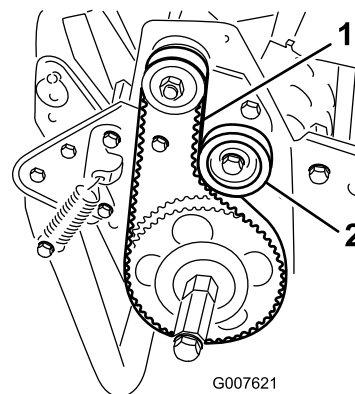

図 37
2. プーリ間の中央部（図 37）でベルトを 18-22 N (4-5 lbs = 1.8-2.2 kg) 程度の力で押して点検する。ベルトのたわみが 6 mm あれば適正とする。
- A. アイドラプーリ固定ナットをゆるめ、プーリをベルトの背に押しつけて、適当な張りを出す（図 37）。